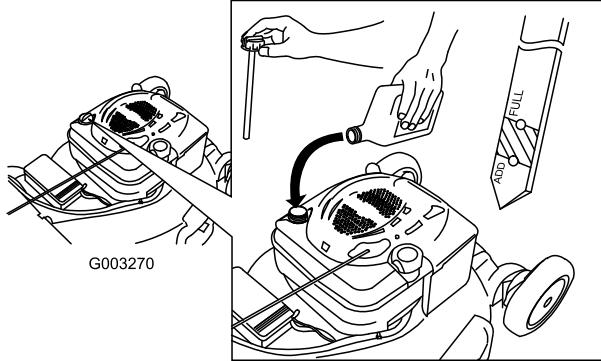

Figure 43
- Versez de l'huile **lentement** dans le goulot de remplissage pour faire monter le niveau de liquide jusqu'au repère du plein (Full) sur la jauge (Figure 43). **Ne remplissez pas excessivement.**(Remplissage max. : 0,59 l (20 onces), type : huile détergente SAE 30W de classe de service API SF, SG, SH, SJ, SL ou supérieure.)